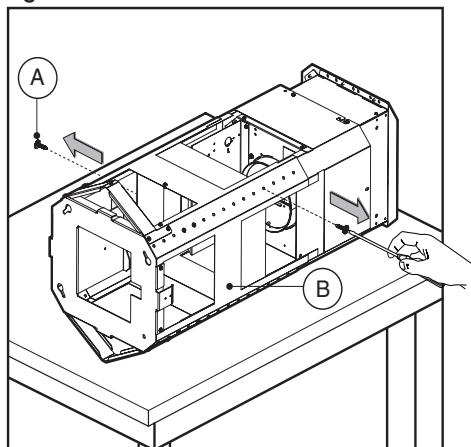

Fig.3
- Освободить структуру от упаковки и отсоединить верхнюю ее часть от нижней, раскрутив 2 болта **A** (рис. 3)